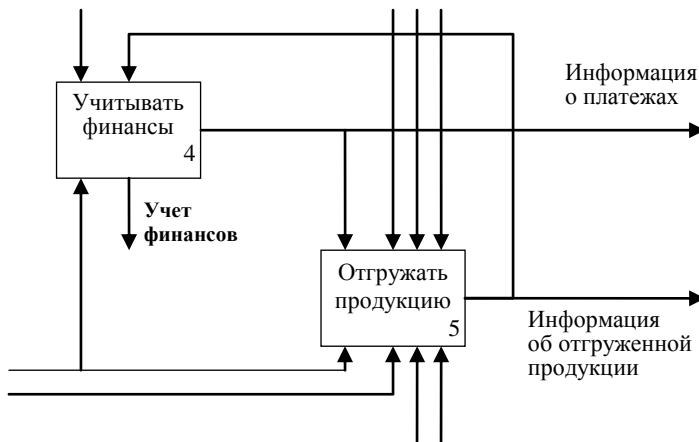

Рис. 38. Стрелка вызова у функции «Учитывать финансы»
- появилась диагональная черта в левом верхнем углу блока функции «Учитывать финансы» (рис. 38);